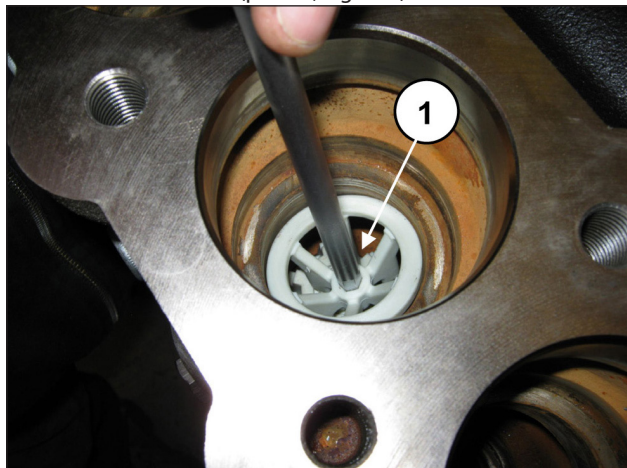

Fig. 100
Estrarre il distanziale guida valvola inserendo una chiave esagonale da 8 mm nell'apposita sede e facendo leva per facilitarne la rimozione (pos. ①, Fig. 100).